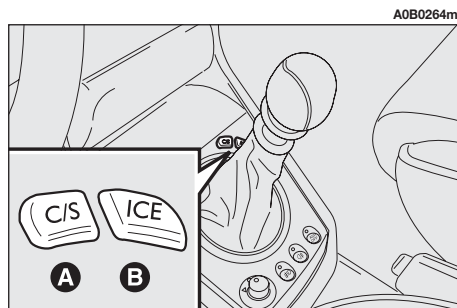

fig. 139
Les trois modes de conduite **CITY**, **SPORT** et **ICE** sont sélectionnés par 2 boutons placés sur la console centrale (**fig. 139**).
Le bouton **C/S** (**A-fig. 139**) sélectionne les fonctions **CITY** ou **SPORT**, le bouton **ICE** (**B-fig. 139**) le mode **ICE**.
**CITY** (bouton **C/S** (**A-fig. 139**) enfoncé):
**SPORT** (bouton **C/S** (**A-fig. 139**) enfoncé):
**ICE** (touche **ICE** (**B-fig. 139**) enfoncée):